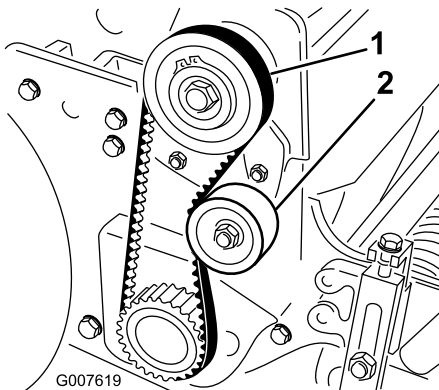

Bild 29
2. Prüfen Sie die Spannung. Bringen Sie hierfür eine Kraft von 1,8 bis 2,3 kg in der Mitte zwischen den Riemscheiben an (Bild 29). Der Riemen muss sich 6 mm durchbiegen lassen.
- A. Lösen Sie die Befestigungsmutter der Spannscheibe und drehen Sie die Spannscheibe nach rechts gegen die Rückseite des Riemen, bis Sie die gewünschte Riemenspannung erzielt haben (Bild 29).